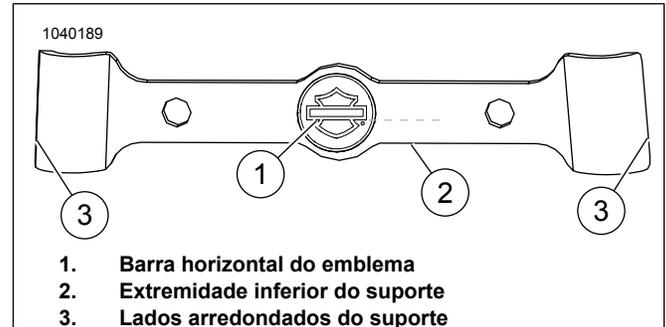
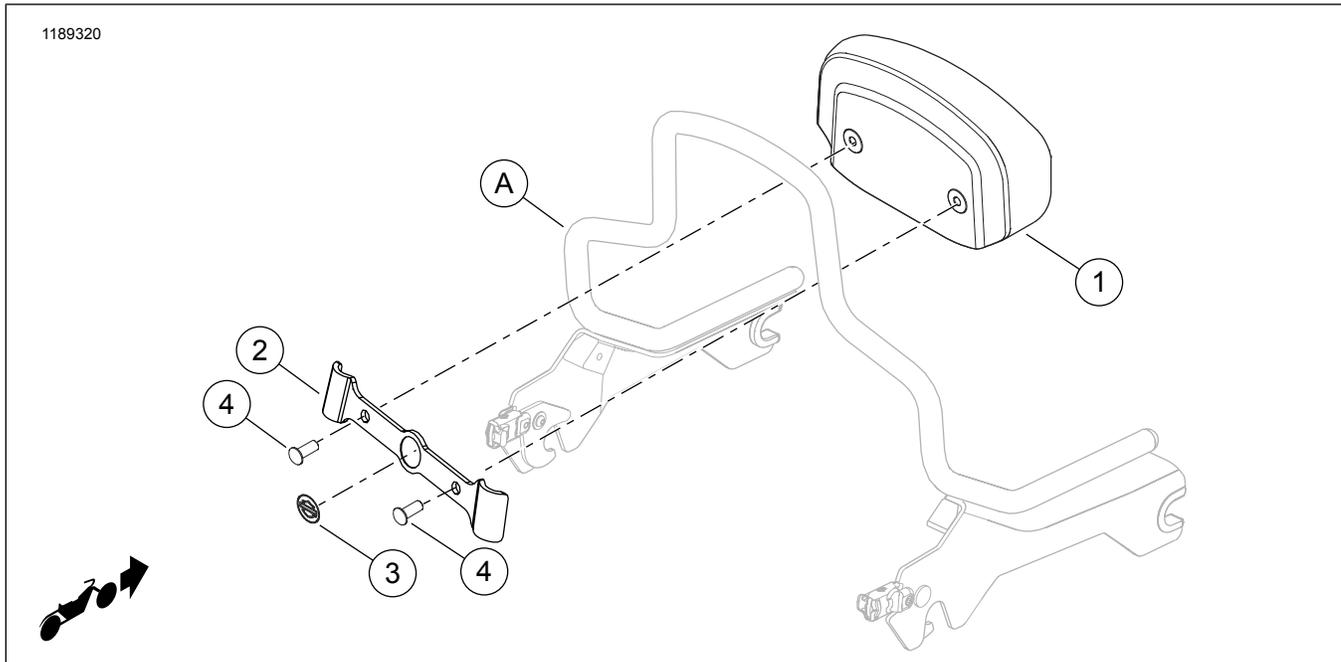

Figura 2. Alinhamento do emblema
Figura 3. Peças de reposição: Kits de estofados do encosto compacto da Softail
Veja Figura 3 e Tabela 1.
Veja Figura 2. Os lados do suporte (3) não são simétricos. O comprimento no topo é mais estreito que o comprimento da base.
Veja Figura 2. Alinhe a barra horizontal (1) no emblema com a extremidade inferior (2) do suporte. Estes dois devem estar paralelos.
1. Veja Figura 3. Se necessário, corte a vedação plástica contra chuva dos dois furos pré-cortados dos parafusos no estofado do encosto (1) para evitar que o plástico entre nas rosças.
3. Remova o revestimento do adesivo dos lados esquerdo e direito do suporte (3).
- Veja Figura 2. Os lados do suporte (3) não são simétricos. O comprimento no topo é mais estreito que o comprimento da base.
- Use uma mistura de 50: 50 de álcool isopropílico e solução aquosa para limpar cuidadosamente a superfície do lado vertical (A) antes de instalar o suporte (2). Deixe secar completamente. Instale à temperatura ambiente. 10–32 °C (50–90 °F)
5. Posicione e pressione firmemente o suporte (2) no sissybar.
6. Veja Figura 3 . Insira um parafuso (4) do kit através do suporte (2) e enrosque-o com cuidado 4 a 5 voltas no furo correspondente no estofado do encosto. Repita com o outro parafuso. **NÃO aperte o parafuso até que ambos os parafusos sejam inseridos.**